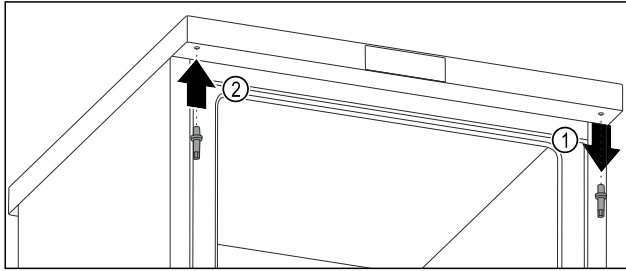

Fig. 12
- ▶ Draai de bovenste bout los met een inbussleutel. *Fig. 12 (1)*
- ▶ Draai de bout aan de andere kant vast met een inbussleutel. *Fig. 12 (2)*